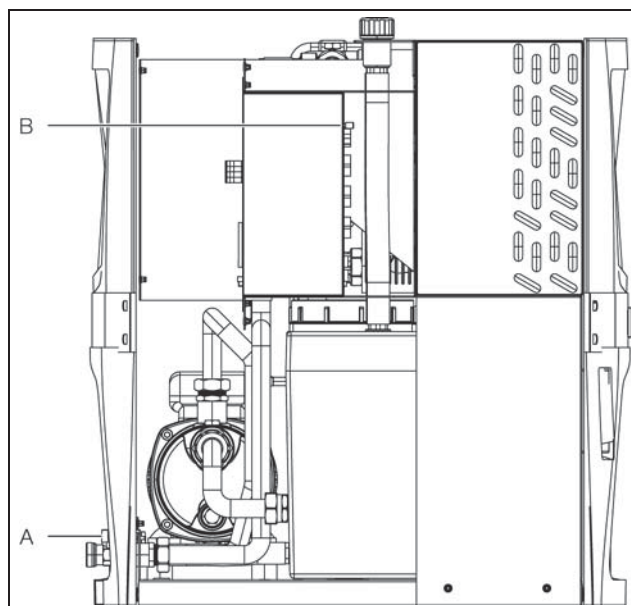

Imagen 47: Guiado del cable del sensor térmico
- Introduzca en el chiller el cable de conexión a través del paso de cables adicional previsto para ello (imagen 47, pos. A).